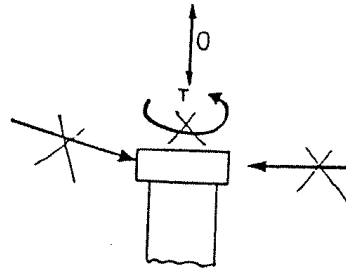

Fig. 3
3. Ruotare la testa dello strumento è vietato. Alcuni angoli tra la testa e l'oggetto da misurare non sono possibili. (Fig. 3)